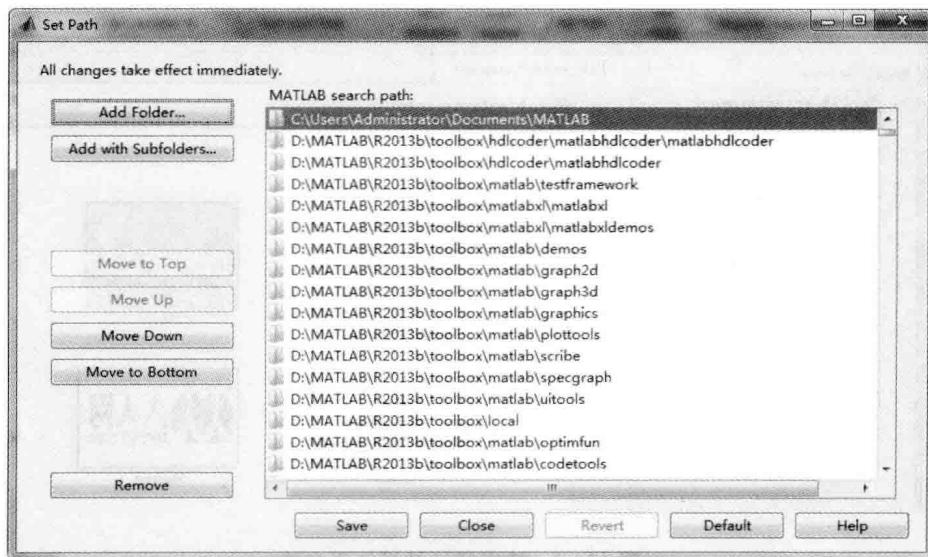

图 13-1 MATLAB 搜索路径存储管理的 Set Path 对话框
- ① 建立 library 的 mdl 或 slx 文件,将自定义模块添加到文件中保存。
- ② 建立名字为 slblocks 的 M 函数,定义模块库显示到 Simulink Browser 中的规格。
- ③ slblock.m 与 library 模型库文件需要存放到同一个路径下,并将路径添加到 MATLAB 的 Set Path 中(见图 13-1)。
所谓 Set Path,是如图 13-1 所示对话框的 MATLAB search path 中存储的路径。当 MATLAB 运行代码或者模型时,从所存储的路径中搜寻代码中使用的函数或模型中的模块,